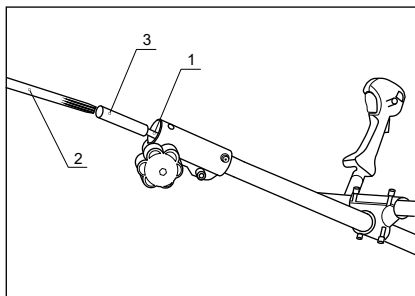

Рис. 4
3. Для моделей, имеющих разборную штангу, соедините вал верхней части штанги 1 (рис. 4) и нижней части штанги 2 (рис. 4) с помощью муфты 3 (рис. 4) из комплекта.